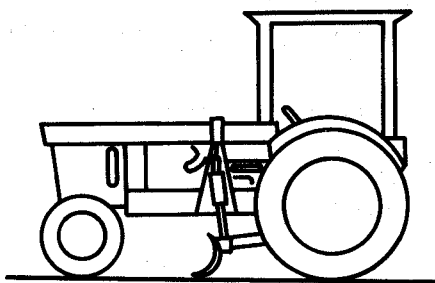

Figure 5 — Niveleuse à moteur avant
5.1.3.1 Moteur avant (voir figure 5)